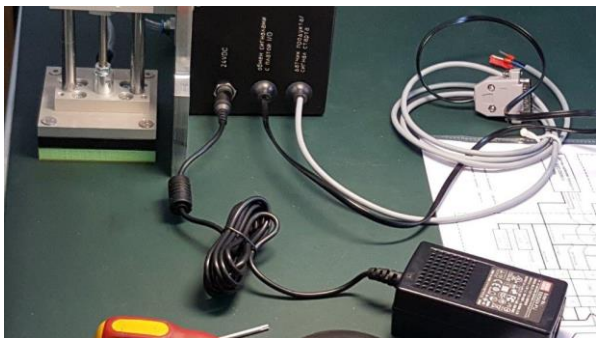

Рис. 7
Для начала давайте ознакомимся с работой устройства с помощью схемы, представленной на следующей странице, чтобы визуальнo представлять, как это работает. Для работы пневмоустройства сначала нам необходимо подключить датчик продукта или педаль старта. Для это необходимо на неработающем устройстве выкрутить с помощью крестовой отвертки 6 винтов и снять аккуратно черный защитный кожух (см.фото рис. 7, 8 и 9 ниже). Снимая черную крышку отведите ее в сторону, поместив ее на свободный участок столешницы стола. Удлиненные провода, проходящие через кабельные вводы этой крышки и провода, которые подключены к разъему питания, позволяют это сделать без особого натяжения. Если датчик не подключен или не выведены провода для подключения педали старта, то для этого необходимо вывести через кабельный ввод датчика продукта / сигнала старта соответствующий кабель и подключить его согласно приложенной ниже схеме к клеммам контактной группы (контакты 4,5(7),6(8)). Педаль старта подключается только 4 и 5(7) контакту(см.фото рис. 10 ниже). Между 5и7, 6и8 контактами внутри клеммников имеются перемычки. Устанавливать крышку надо в обратном порядке. Для лучшего ее прилегания к основной пластине устройства служит амортизирующая черная прокладка. Поэтому, устанавливая назад крышку, не затягивайте без необходимости винты, слишком туго.